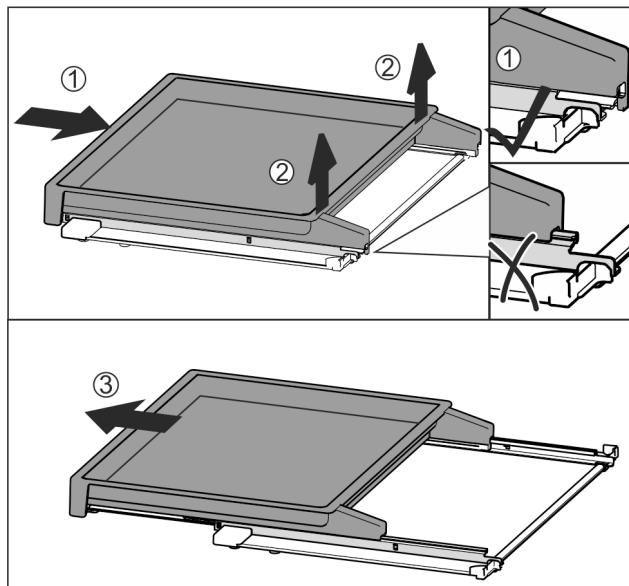

Fig. 114
- Spingere completamente il ripiano estraibile *Fig. 114 (1)*.
- Staccare il blocco sul lato posteriore *Fig. 114 (2)*.
- Estrarre in avanti il ripiano estraibile *Fig. 114 (3)*.